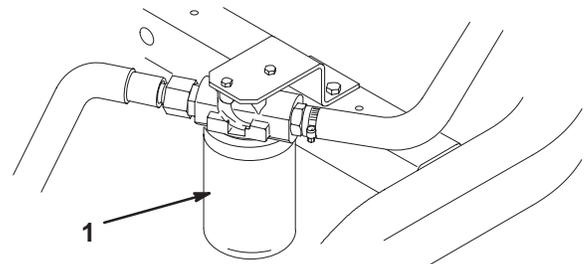

Bild 39
1. Reinigen Sie den Bereich um den Filterbefestigungsbereich (Bild 39). Stellen Sie ein Auffanggefäß unter den Filter und entfernen den Filter.